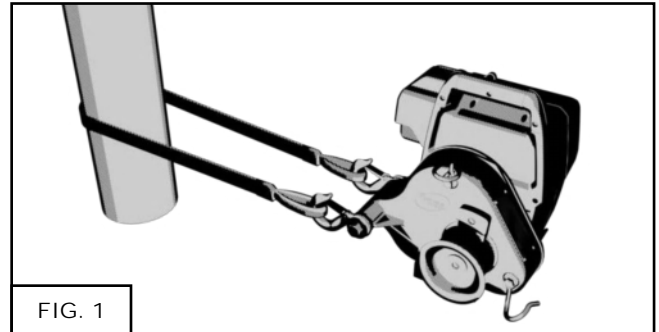

FIG. 1
Även om en enkel knut kan räcka i vissa fall, rekommenderar vi att du använder en pålsteksknut (fig. 1).
En polyester slinga på 2 meter medföljer vinschen. För att förankra vinschen, fäst den runt förankringspunkten med hjälp av slingan. Fäst slingans respektive ändar i de två krokarna som sitter på vinschens baksida (fig. 1).
- 1) Fig. 1, nr. 1: Använd en pålsteksknop för att binda samman de två linorna.
- 2) Fig. 1 nr. 2: Lämna cirka en 1 (3') meter lina innan knopen på den lina som är fäst vid lasten. Denna linlängd kommer att användas för att dra lasten när knopen lösts upp.